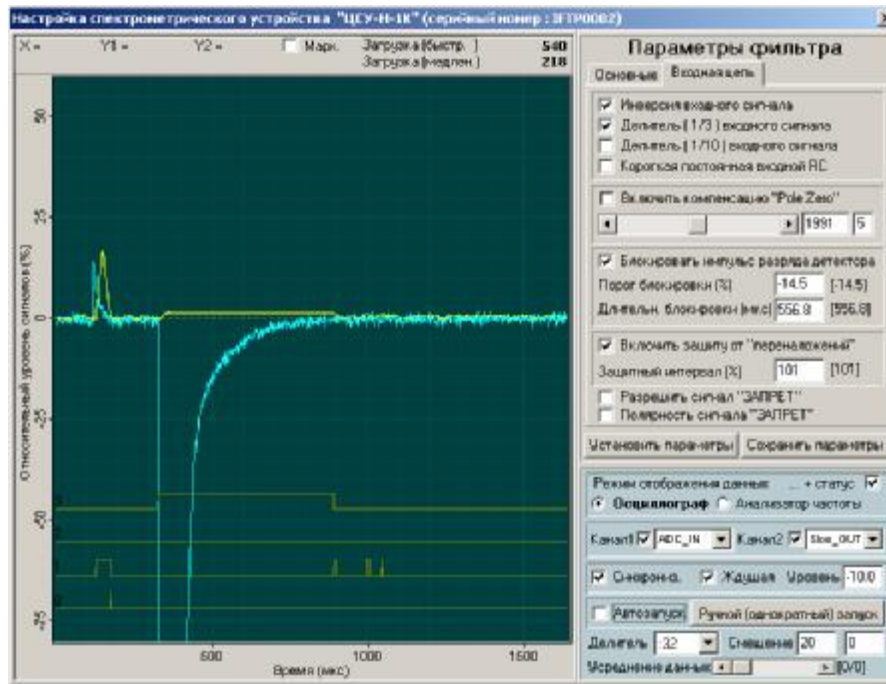

Рис. 10. Настройка блокировки импульса разряда детектора.
6.2.9.2. Установить органы управления осциллографом в положение, указанное на рис. 10. Обратите особое внимание на «уровень» синхронизации. Он должен быть отрицательным. Обязательно установите флажки «Синхронизация» и «Ждущая». Для визуализации интервала блокировки установите флажок «статус». Цифровой статусный канал «3» на экране осциллографа отображает импульс блокировки.